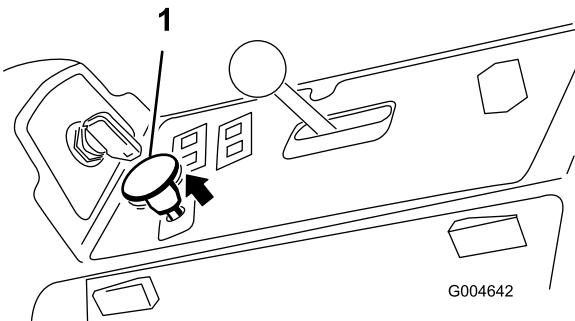

Figura 20
- Innestate il comando della PDF alzandolo (Figura 20).